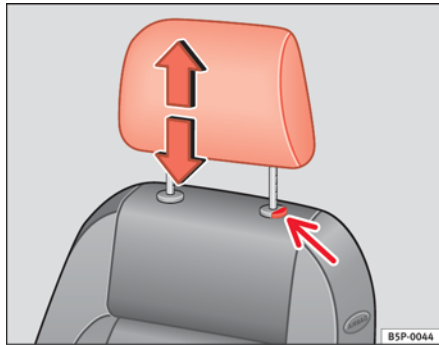

Fig. 85 Ajuste o desmontaje del apoyacabezas
- Pulse la tecla ⇒ fig. 85 (flecha).